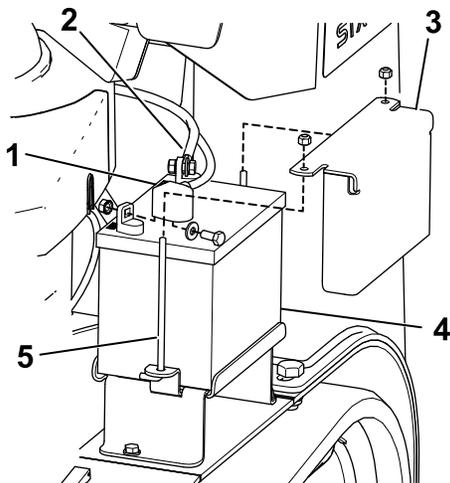

図 41
3. マイナスケーブルのゴムカバー黒を外す。バッテリーのマイナス - 端子から、マイナスケーブルを外す 図 41。
4. プラス端子赤色から赤いゴムカバーを外す。赤いプラス+ケーブルを取り外す 図 41。
5. バッテリーを固定している押さえ板、Jボルト、ロックナットを外してバッテリーを外す 図 41。
1. 先ほど取り外したねじ類を再使用して、プラスケーブル赤いケーブルをバッテリーのプラス端子に取り付ける **図 41**。
3. 先ほど取り外したねじ類を再使用して、マイナスケーブル黒いケーブルをバッテリーのマイナス-端子に取り付ける **図 41**。
4. 押さえ棒と蝶ナットでバッテリーを固定する **図 41**。